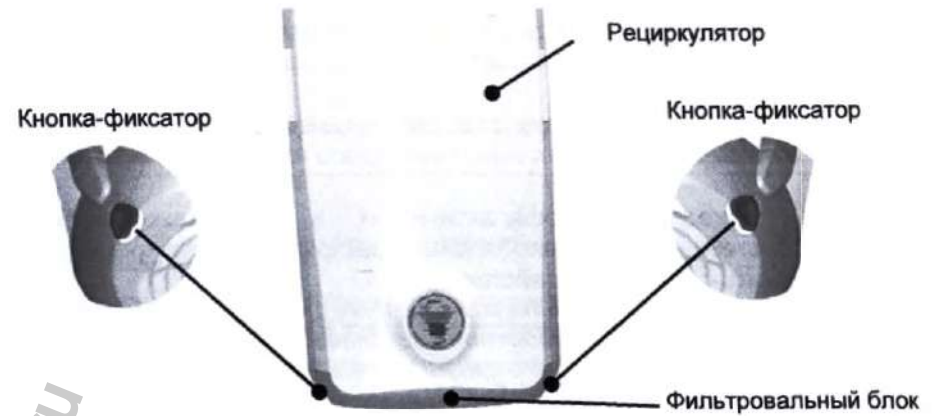
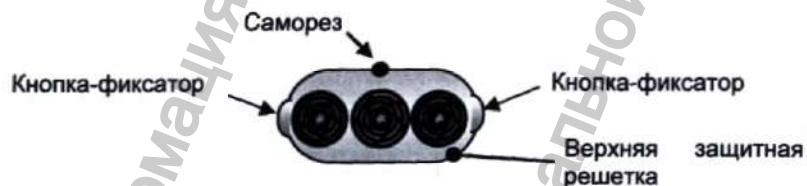

Рис.3
Рис.5
- 5.5. После проведения технического осмотра или ремонта Рециркулятора убедиться, что верхняя защитная решетка зафиксирована самонарезающим винтом (саморезом) (Рис. 5).
- Снять **фильтровальный блок** (без применения инструмента и раскрытия корпуса), одновременно нажав **кнопки-фиксаторы** (рис.3).
- Установить фильтровальный блок на место легким нажатием до «щелчка»(рис.3).
- Снять верхнюю защитную решетку, нажав одновременно кнопки-фиксаторы, предварительно открутив саморез (рис.5).
- Снять фильтровальный блок (без применения инструмента), одновременно нажав кнопки-фиксаторы (рис.3).
- Установить фильтровальный блок (рис.3) и верхнюю защитную решетку нажатием до «щелчка», верхнюю защитную решетку зафиксировать саморезом (рис.5).
- Снять верхнюю защитную решетку, нажав одновременно защелки-фиксаторы, предварительно открутив саморез (рис.5).